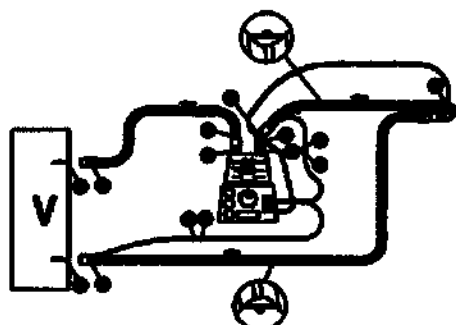
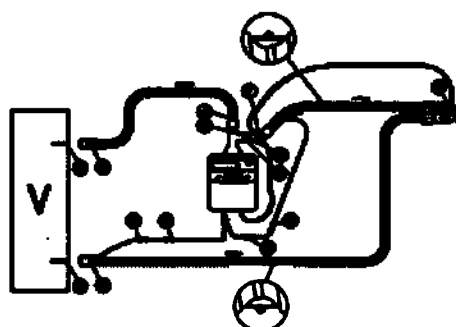

Рисунок 2
Рисунок 3
9. Информация о порядке установки, монтажа, настройки, калибровки и иных действиях, необходимых для ввода медицинского изделия в эксплуатацию	ИНСТРУКЦИЯ ДЛЯ ПОЛЬЗОВАТЕЛЯ: Для того чтобы присоединить контур к увлажнителю вентилятора, надо сделать следующее: 1. Извлеките контур из заводской упаковки. 2. Присоедините не нагреваемую часть патрубка вдоха (А) к входу увлажнителя (А1). 3. Присоедините второй патрубок вдоха (В) к выходу увлажнителя (В1). 4. Присоедините магистраль вдоха контура (С) к порту вдоха аппарата ИВЛ (С1). 5. Соедините магистраль выдоха контура (D) с портом выдоха аппарата ИВЛ (D1). 6. Вставьте температурный датчик больного в соответствующий порт коннектора (Е). 7. Если увлажнитель снабжен датчиком мониторинга температуры газа на выходе, датчик следует вставить в порт коннектора на выходе увлажнителя (F). Некоторые контуры могут быть снабжены двумя соединителями с выходными отверстиями увлажнителей; прозрачный предназначен для увлажнителей F&P™* MR 730, HUDSON RCI™* и Bear™*; тогда как зеленый – только для увлажнителя F&P™* MR 850. Перед подсоединением зонда, убедитесь в том, что соединитель, вставленный в отверстие для увлажнителя совместим с применяемым увлажнителем. Применение несовместимого соединителя может привести к неправильной его работе или выходу из строя. 8. С помощью специального адаптера (переходника) соедините электрический коннектор провода нагрева (G) вдоха с соответствующим гнездом питающего кабеля увлажнителя (G1). 9. Если двойные дыхательные контуры используются с устройством Fisher & Paykel™* (рис. 2), красный электрический коннектор магистрали вдоха (G) соединяется с красным патрубком адаптера (G1), а синий электрический коннектор магистрали выдоха (H) – с синим патрубком адаптера (H1). 10. Если используется двойной дыхательный контур для увлажнителя HUDSON RCI™* (рис. 3), следует применять два адаптера. Соединение осуществляется следующим образом: ♦ голубой электрический коннектор магистрали вдоха (G) с помощью адаптера присоединяется к короткому концу кабеля увлажнителя с голубым коннектором (G1); ♦ желтый электрический коннектор магистрали выдоха (H) с помощью адаптера присоединяется к длинному концу кабеля увлажнителя с желтым коннектором (H1). 11. Установите на шкале увлажнителя требуемую температуру и проверьте правильность соединений, как показано на рисунках 1, 2 и 3. Контур может иметь односторонние клапаны; перед использованием таких клапанов в работе проверяйте их на рабочую функцию и направление потока. Максимальный срок использования прибора: 48 часов. Если дыхательный контур применяется с фильтром, фильтром/тепловлагообменником или тепловлагообменником, заменяйте его через каждые 24 часа. Не использовать повторно. После употребления удалить в отходы. При удалении устройства в отходы следует соблюдать меры предосторожности.